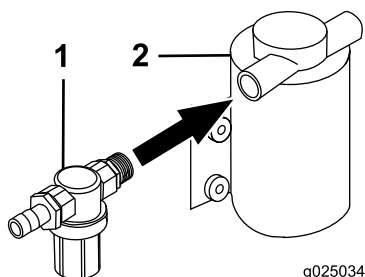

Figura 12
6. Montate il gruppo filtro di pressione alla pompa di lavaggio (Figura 12).